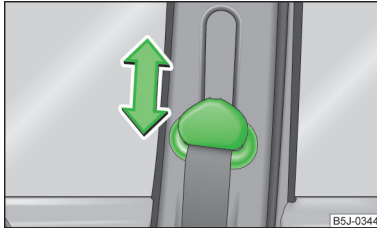

Abb. 7
- › Den Umlenkbeschlag drücken und in die gewünschte Richtung nach oben oder unten schieben » Abb. 7.